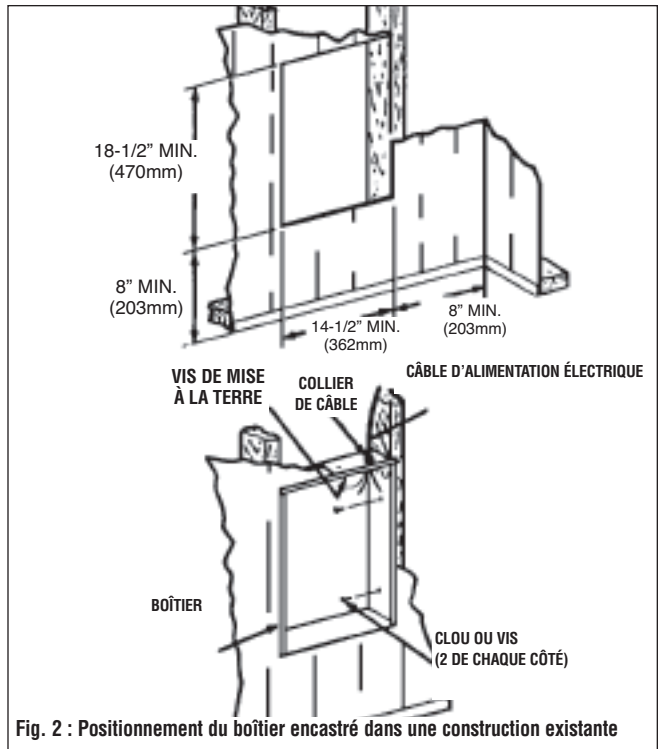

Fig. 2 : Positionnement du boîtier encastré dans une construction existante
- Faire une ouverture murale de 362 mm de large par 470 mm de haut à la hauteur de fixation désirée, mais pas à moins de 203 mm des murs adjacents ou le plancher et à plus de 915 mm du plafond. (Voir la figure 2.)